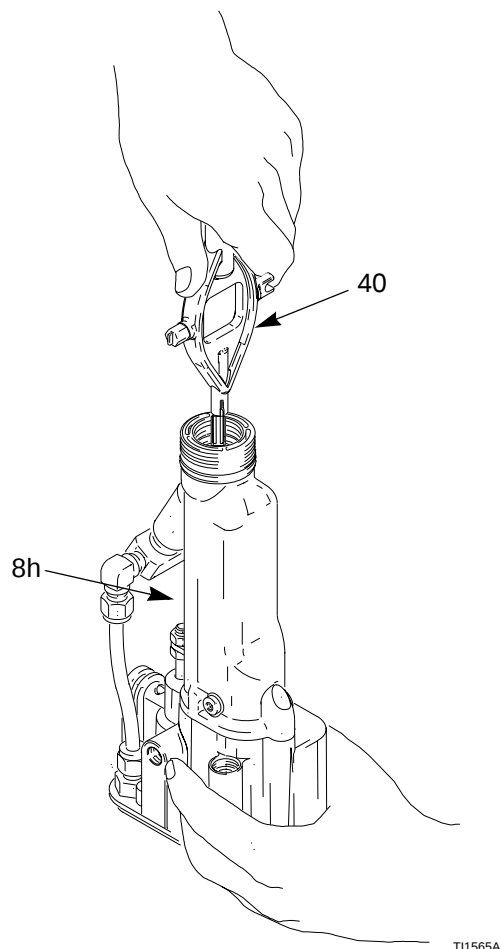

Fig. 22. Byte av elektrod
3. Skruva bort elektroden (7) med kombinationsverktyget (40). Håll fast tätningstångänden (8h) så att den inte roterar, Fig. 22.